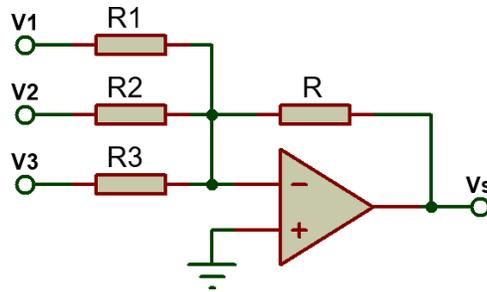

Figura 3.4. Diagrama de un amplificador sumador inversor.
*Amplificador sumador inversor*, uno de los circuitos más útiles, se muestra en la figura 3.4 un sumador de tres entradas, el cual permite sumar algebraicamente tres voltajes de entrada diferentes, cada uno multiplicado por un factor de ganancia como indica su ecuación característica: